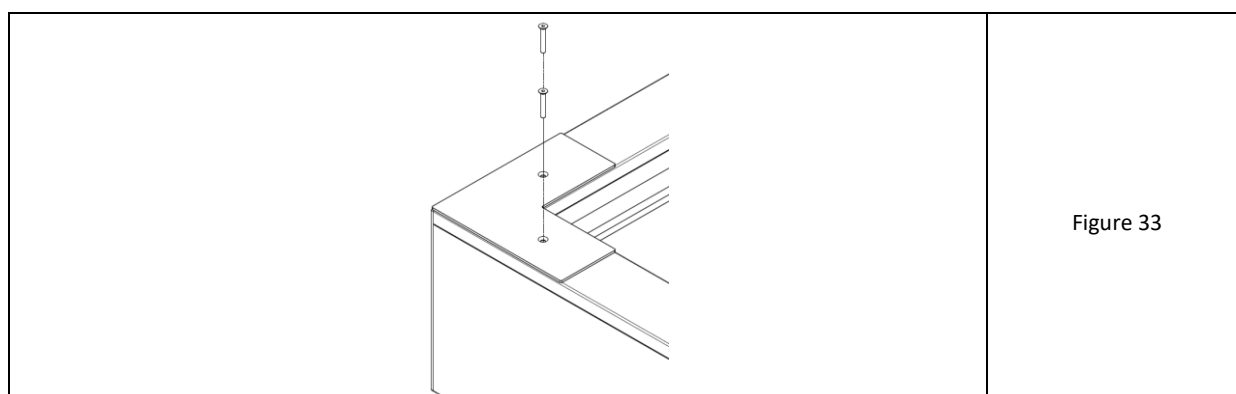

Figure 33
7. Il est recommandé de dégraisser le dessous des bouchons et d'appliquer du mastic d'étanchéité avant l'application. Placer les bouchons d'obturation sur les révisions et ajuster les trous. Serrez par le haut avec des vis à tête fraisée M5x35 avec une douille à six pans creux (Fig. 33). Après le serrage, scellez les têtes de vis avec du mastic d'étanchéité.